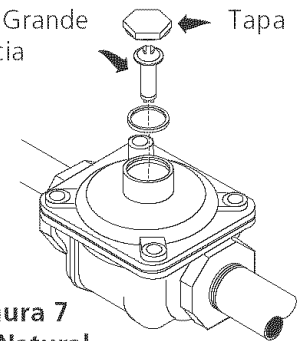

Figura 7
2. Para Convertir el regulador de presión de LP a Gas Natural, proceda de la siguiente manera (vea figura 7)